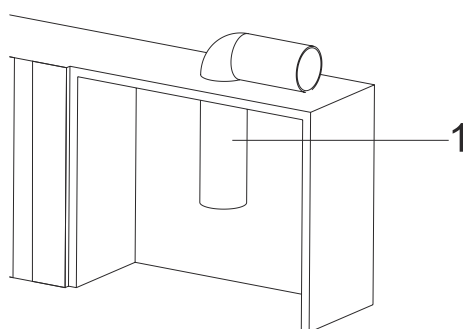

Fig. 13
2. Lleve el tubo de escape de aire a la cabina de montaje del aparato. (Fig. 13).